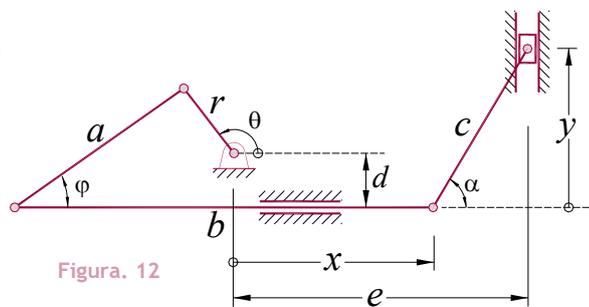

Figura. 12
12. Na **figura 12** ao lado, o movimento de entrada se dá pela barra “**r**” e a saída pelo cilindro vertical, determine os coeficientes de velocidade e aceleração para este cilindro, sabendo-se que as letras **r**, **a**, **b** e **c** representam os comprimentos de suas respectivas barras.